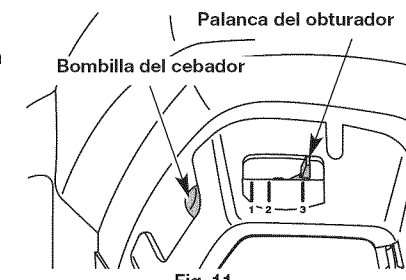
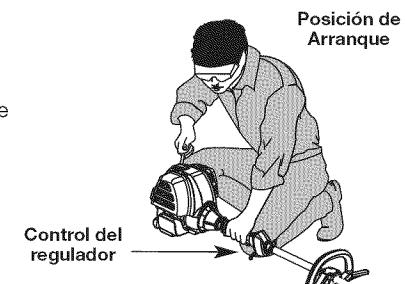

Fig. 11
Fig. 12
**ADVERTENCIA:** Evite los arranques accidentales. Colóquese en posición de inicio cuando tire de la cuerda de arranque (Fig. 12). El operador y la unidad deben estar en una posición estable al arrancar la unidad para evitar graves lesiones personales.
3. Oprima completamente el cebador y suéltelo 10 veces. Hágalo lentamente. Se deberá ver un poco de combustible en el cebador y en las tuberías de alimentación de combustible (Fig. 11). Si no puede ver el combustible en el cebador, oprímalo y suéltelo tantas veces como sea necesario hasta que vea combustible en el mismo.
4. Coloque la palanca del obturador en **Posición 1** (Fig. 11).
5. Agáchese en posición de arranque (Fig. 12). Oprima la traba del regulador hacia adentro y apriete la palanca de control del regulador. Hale el cordón de arranque 5 veces.
6. Coloque la palanca del obturador en **Posición 2** (Fig. 11).
9. Mantenga apretado el control del regulador, ponga la palanca del obturador en la **Posición 3** (Fig. 11) y haga funcionar la unidad durante 60 segundos más. La unidad se puede usar durante este paso.
- SI...** el motor funciona con fallas, vuelva a colocar la palanca del obturador en la **Posición 2** (Fig. 11) y continúe calentando el motor.
- SI...** el motor no arranca después de unos cuantos intentos, coloque la palanca del obturador en la **Posición 3**, y oprima el gatillo. Apriete y mantenga apretado el botón de **ENCENDIDO (I)** del arrancador eléctrico o taladro a intervalos de 2 segundos hasta que la unidad arranque.
5. Crouch in the starting position (Fig. 12). Place the electric starter or power start bit into the back of the unit. Refer to the *Operation section of the Electric Starter or Power Start Bit™* operator's manual.
6. Presione el cierre de la válvula reguladora adentro y exprima completamente la palanca de mando de válvula reguladora. Presione y sostenga el arranque eléctrico o perfore **ARRANQUE (I)** el botón por 2 segundos.
7. Coloque la palanca del obturador en **Posición 2** (Fig. 11).
8. Mientras que presiona el cierre de la válvula reguladora adentro y exprime el control de válvula reguladora, presione y sostenga el arranque eléctrico o perfore **ARRANQUE (I)** el botón para 2 segundos intervalos hasta que la unidad comience.
10. Mantenga apretado el control del regulador, ponga la palanca del obturador en la **Posición 3** (Fig. 11) y haga funcionar la unidad durante 60 segundos más. La unidad se puede usar durante este paso.
**SI...** el motor funciona con fallas, vuelva a colocar la palanca del obturador en la **Posición 2** (Fig. 11) y continúe calentando el motor.
**SI...** el motor no arranca después de unos cuantos intentos, coloque la palanca del obturador en la **Posición 3**, y oprima el gatillo. Apriete y mantenga apretado el botón de **ENCENDIDO (I)** del arrancador eléctrico o taladro a intervalos de 2 segundos hasta que la unidad arranque.